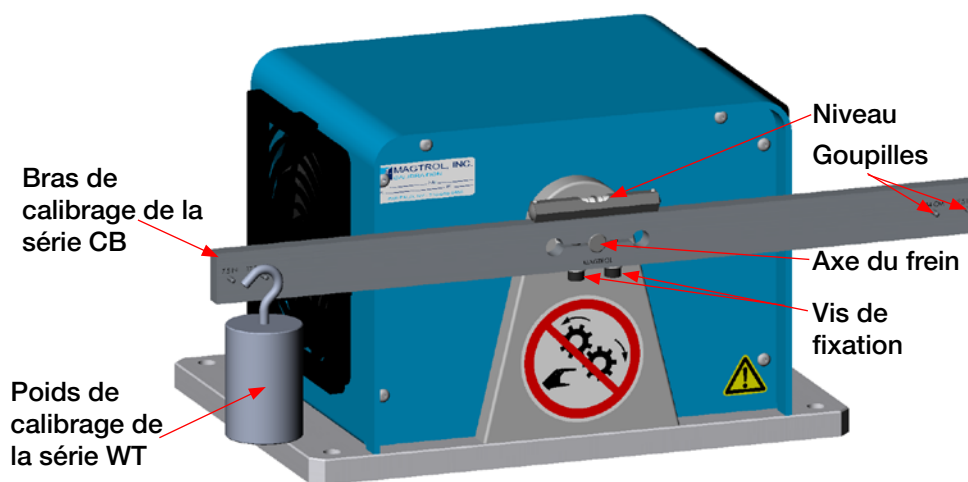

Figure 6–2 Configuration de calibrage
2. Monter le bras de calibrage sur l'arbre du frein dynamométrique, comme illustré par la figure 6–2. Ne pas y accrocher les poids de calibrage avant d'y être convié (voir le pas 6).